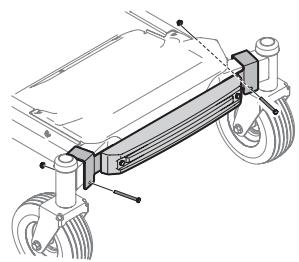

Figure 38
- Fixez le contrepoids sur le côté gauche de l'essieu avant avec un boulon de 3 1/4 po (710-3056) et un écrou (712-04063) du kit de quincaillerie (689-02200). Répétez l'étape pour le côté droit de l'essieu. Ne serrez complètement pas la quincaillerie. Voir Figure 38.